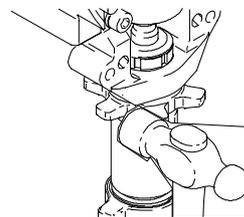

Fig. 13
4. Fig. 13. Desserrer l'écrou en tapant avec un marteau de 570 g (maximum). Dévisser la pompe.